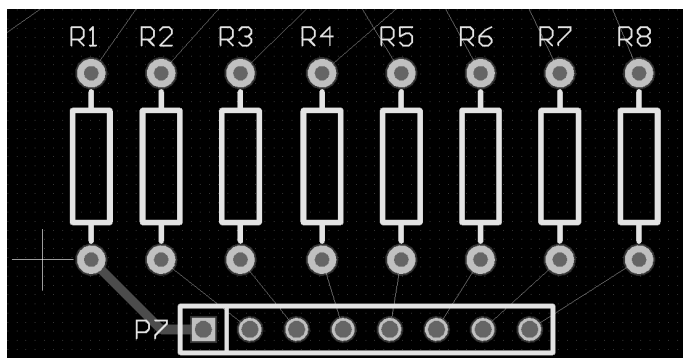

图 8-1-46 一条连线绘制完毕
(6) 双击确认连线的终点后，右击结束这两个焊盘之间的绘制连线操作。此时元器件 P7 的管脚 1（方形焊盘）就和电阻 R1 的下端管脚连接在一起了，如图 8-1-46 所示。